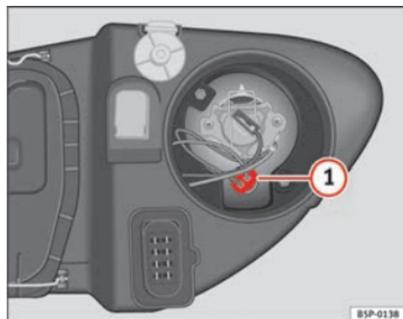

Fig. 186 Luz de presença
- Extrair o porta-lâmpadas ⇒ fig. 186 **1** para fora.